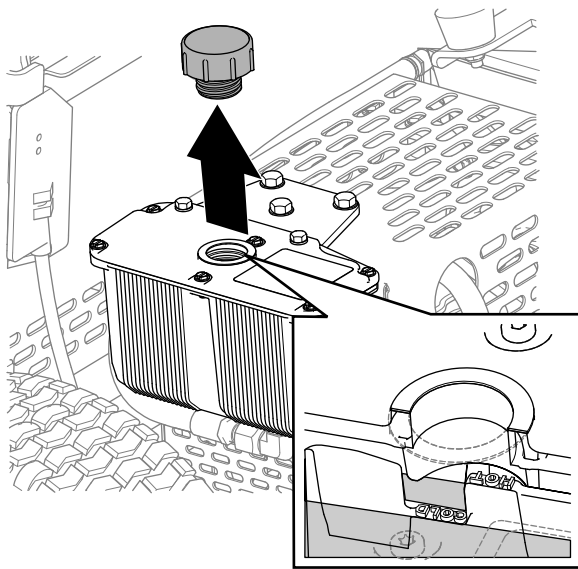

図 35
3. キャップを外してタンク内の油圧オイルの量を調べる 図 35。